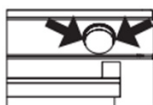

Figura 8
1. Retire o reservatório de água, puxando-o para fora nos pontos indicados pela seta. Encha o reservatório de água (ver figura 8) e faça-o deslizar na direção da seta até à posição inicial para o colocar no lugar (ver figura 9). (Ver figura 10) Após 10 minutos de pré-aquecimento, faça deslizar o reservatório de água na direção da seta até ouvir um “clique”. (ver figura 11).